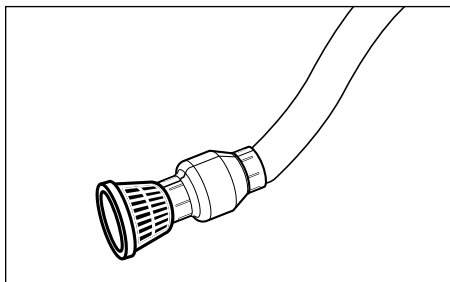

Figure 2
- Il faut utiliser une soupape anti-retour dans la conduite d'aspiration pour maintenir la capacité d'auto-amorçage. S'il n'y en a pas, il faudra amorcer la pompe au début de chaque opération. Pour le meilleur fonctionnement de la pompe, il faudrait installer une soupape anti-retour à l'entrée de la conduite d'aspiration. (Figure 2).